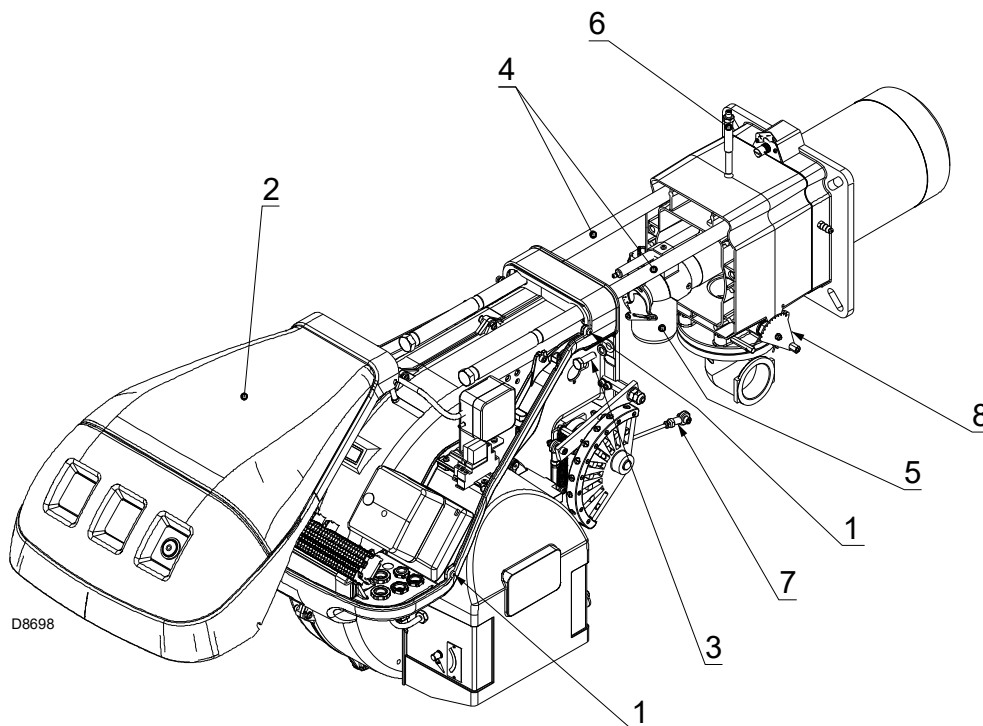

Fig. 35
Assicurarsi che i fori di fuoriuscita del gas per la fase di accensione, presenti nel distributore della testa di combustione, siano liberi da impurità o depositi di ruggine. In caso di dubbio, smontare il gomito 5)(Fig. 35, pag. 32).
- Allentare le viti 1) e togliere il cofano 2)(Fig. 35).
- Rimettere le viti 3)(Fig. 35) e tirare delicatamente verso l'esterno i cavi di sonda ed elettrodo, fino a metterli in leggera tensione